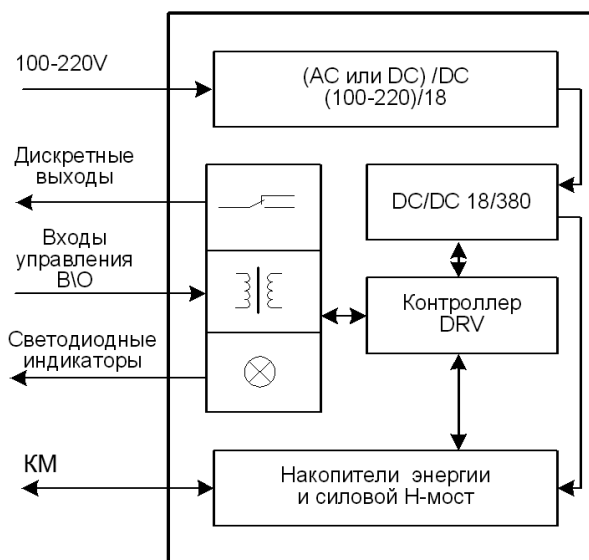

Рис. 3. Схема электронного модуля управления CM_1501_01(4)
На рис. 3 приведена схема электронного модуля управления CM_1501_01(4) с обозначением основных составных частей.